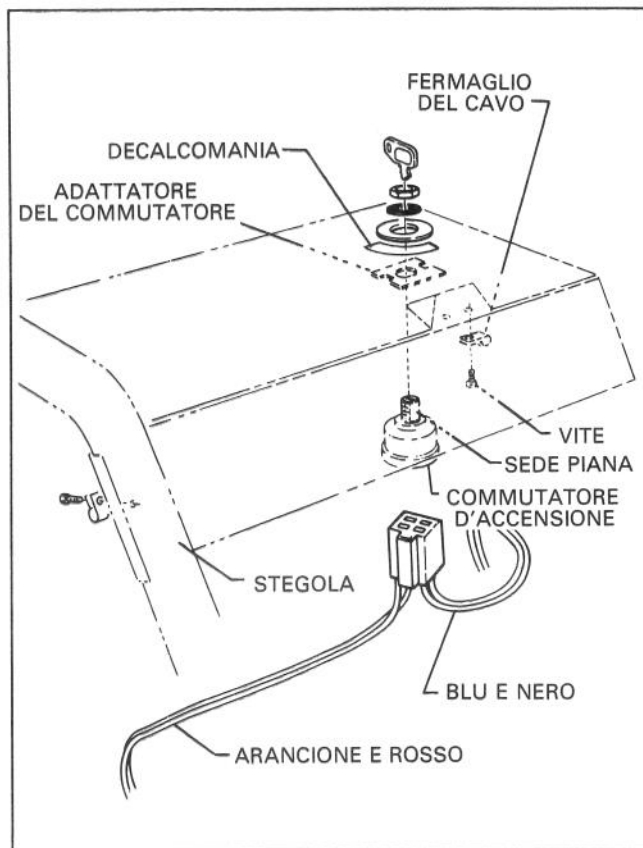

Figura 19
34. Staccate e gettate i (2) fili che collegano il commutatore al motore.
35. Installate il nuovo commutatore d'accensione come mostrato nella figura 19. Assicuratevi che la sede piana del commutatore e l'adattatore siano rivolti verso il davanti della macchina.